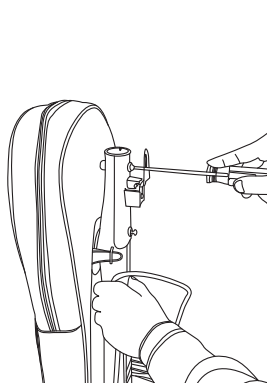

Fig. 1
1. Libérez le support de la poignée du tube de la poignée en retirant les deux vis (Fig. 1).